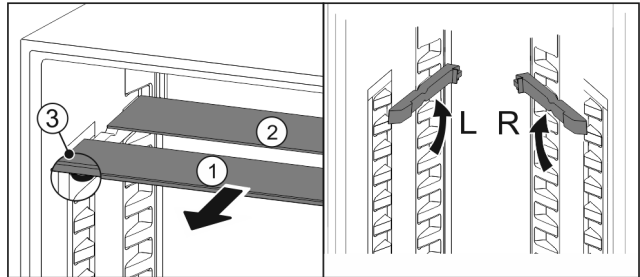

Fig. 81
- ▶ Издърпайте Fig. 81 (1) поотделно стъклените плочи напред.
- ▷ Стъклената плоча Fig. 81 (1) с декоративната лайстна е отпред.
- ▷ Ограничителите Fig. 81 (3) сочат надолу.